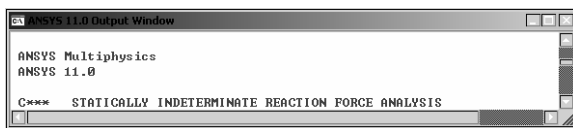

图 2-162 /COM 和 C***注释
(1) 注释。/COM 和 C***也是 ANSYS 的注释方法, 二者相似, 都是其后跟随注释内容, 而且会在输出窗口中。不同之处在于 C***的注释内容在输出窗口更容易识别, 因为注释内容会以 C***开头 (图 2-162)。